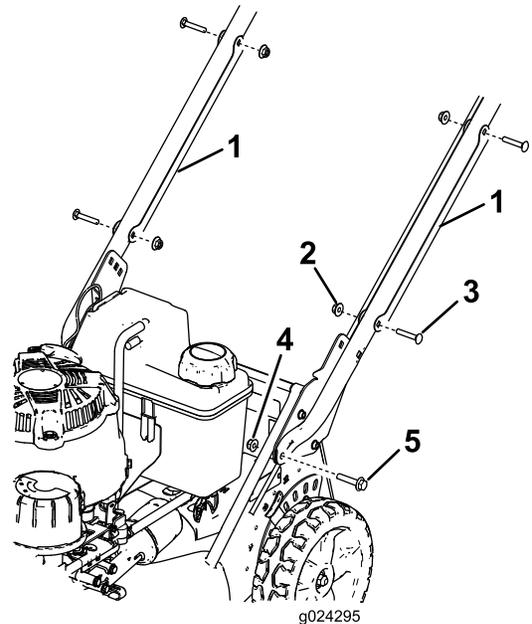

Figura 3
1. Retire los 2 pernos de cuello cuadrado y las 2 arandelas que sujetan cada protector de cable al manillar, y retire los protectores de cable del manillar (Figura 3)
2. Instale los extremos del manillar en la carcasa de corte con 2 pernos de cabeza hexagonal con arandela prensada (5/16" x 1 1/2") y 2 tuercas con arandela prensada (5/16"), según se muestra en Figura 3.
1. Perno de cuello cuadrado – 5/16" x 1 1/2" (2)
2. Soporte del manillar (2)
3. Tuerca con arandela prensada – 5/16" (2)
6. Posicione cada protector de cable en el manillar con los cables dentro del protector, y sujete cada protector al manillar con los 2 pernos de cuello cuadrado y las 2 contratuercas que retiró anteriormente (Figura 3).